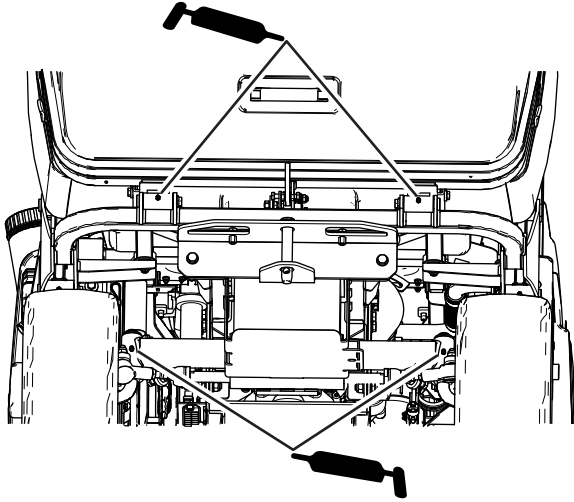

Bild 45
- Fangbox- und Lenkungsdrehpunkte (Bild 45)